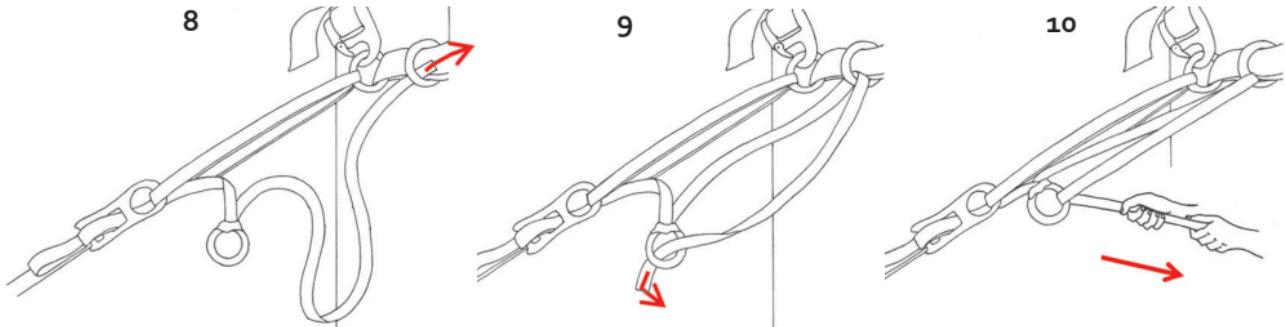

Fig. 13
- Insérez tout d'abord la bande restante à travers l'Express-Ring inséré dans la boucle et passez-le ensuite à travers le deuxième Express-Ring (Fig. 13, 8–9).
- Pour tendre la Slackline, tirez comme d'habitude sur la bande restante dans le prolongement de la Slackline (Fig. 13, 10).